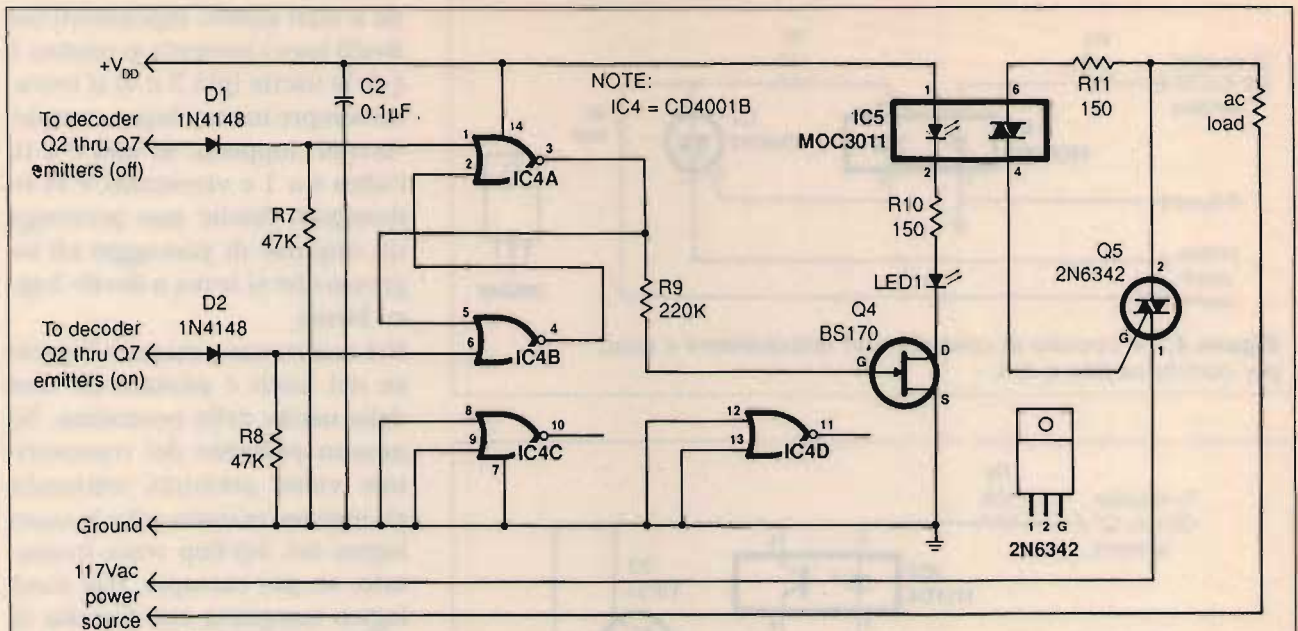

Figura 8. Un circuito di controllo con latch: consente di ottenere azioni di accensione e spegnimento distinte.
Tutti i circuiti sin qui descritti sono in grado di azionare il carico soltanto finché il pulsante del trasmettitore viene mantenuto premuto, disattivandolo nell'istante stesso in cui lo si rilasci. Se, invece, si desidera un funzionamento del tipo: si preme il pulsante e il carico viene alimentato, e resta acceso finché non si preme una seconda volta lo stesso pulsante per spegnerlo (un po' come si verifica con il telecomando TV), si dovrà ricorrere al circuito di figura 8 che risulta un po' più complesso perché si richiedono due canali di controllo, uno per l'accensione (ON) e uno per lo spegnimento (OFF), che risultino interdipendenti. Tale interdipendenza viene ottenuta collegando in latch, cioè in multivibratore bistabile, due delle porte NOR contenute nell'IC4. Come è noto dalla teoria di base dell'elettronica digitale, tale configurazione possie-